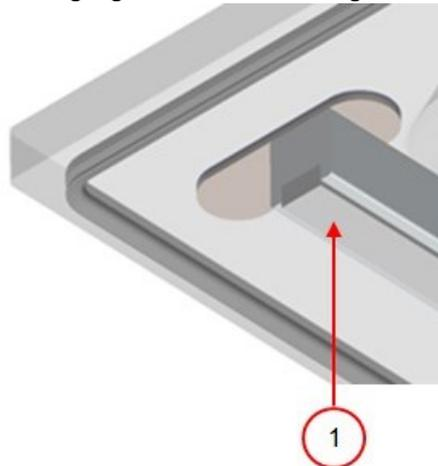

Abbildung 21: Austausch des Silikongummis der Silikonhalter
1. Ziehen Sie das alte Silikongummi vom Halter ab, vgl. *Abbildung 21: Austausch des Silikongummis der Silikonhalter* auf Seite 43.